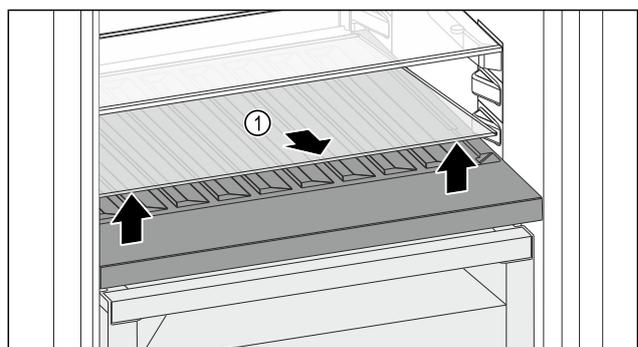

Fig. 116
- ▶ Sollevare il ripiano di vetro Fig. 116 (1) dall'incavo anteriore e rimuoverlo.
- Conservare il ripiano di vetro Fig. 116 (1) fuori dall'apparecchio in un luogo sicuro.